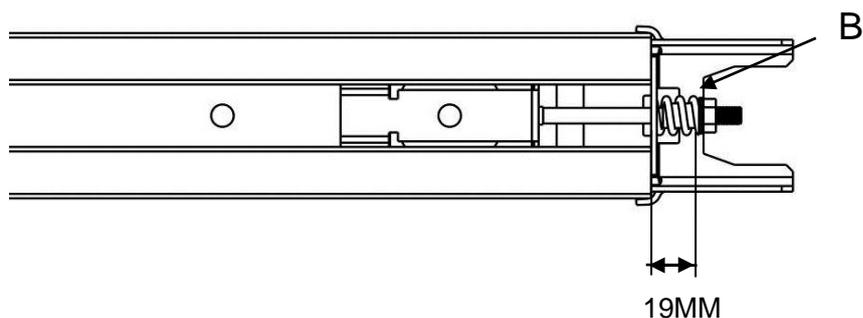

Fig. 11
6. Apriete la tuerca en la posición correcta como se muestra en la Fig. 11, corte la brida plástica del cable en la rueda dentada, luego el conjunto del riel completo terminado.